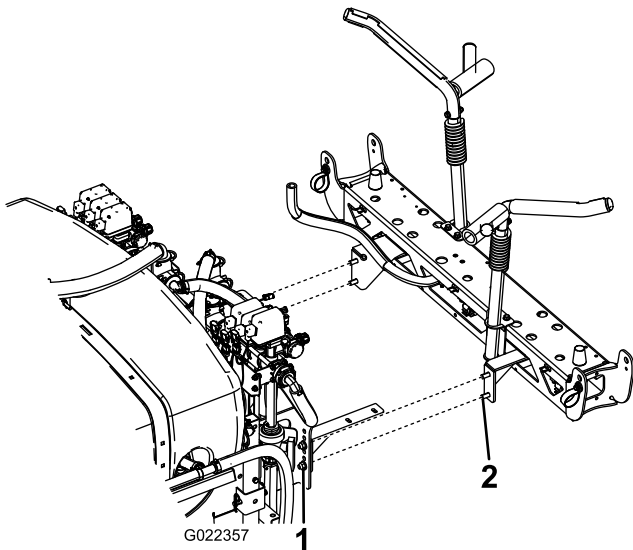

Figura 19
2. Monte o conjunto da rampa central através do terceiro furo contar da parte inferior dos suportes no sistema de pulverização, como se mostra na Figura 19, com 4 parafusos ($\frac{1}{2}$ pol. x $1\frac{1}{4}$ pol.) e 4 porcas de bloqueio ($\frac{1}{2}$ pol.).